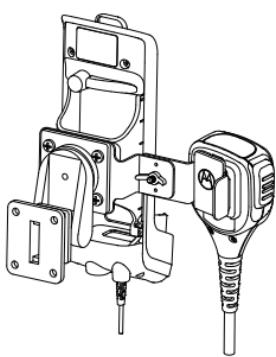

Figura 2: Aggancio dell'RSM sulla staffa
8. La staffa RSM consente di agganciare l'RSM come illustrato nella Figura 2 qui sotto.